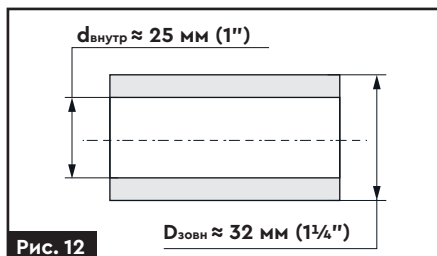

Рис. 12
2. У разі під'єднання до магістрального водопроводу діаметр труби в місці приєднання вхідного патрубка має бути не менший, ніж 1 1/4" (рис. 12).